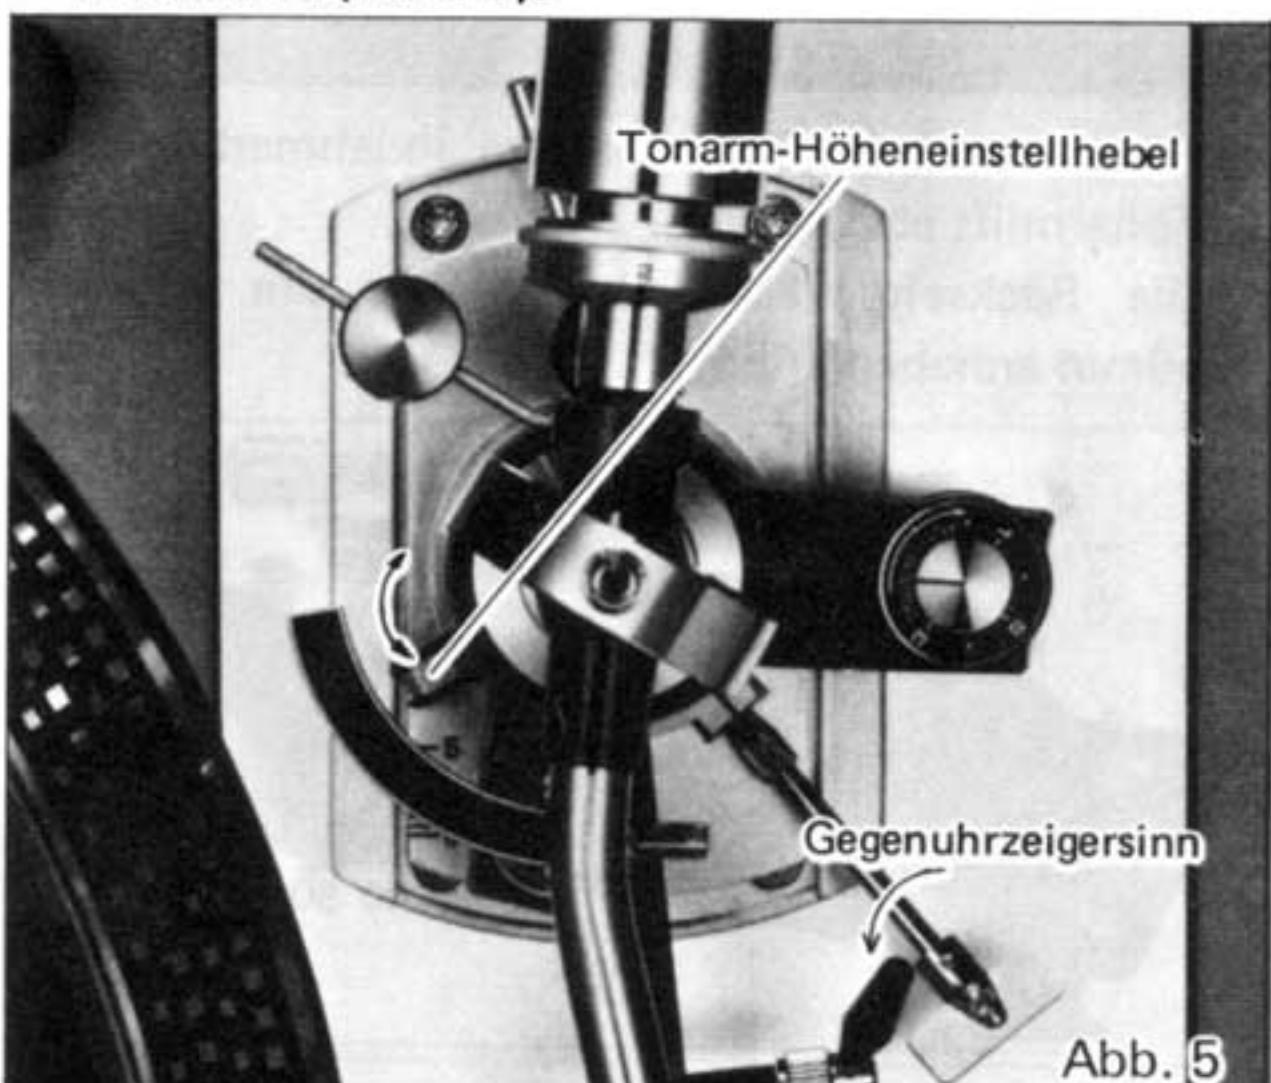

Abb. 5
- Verriegelungsstange im Gegenuhrzeigersinn drehen und mittels Tonarm-Höheneinstellhebel den Tonarm horizontal ausrichten. Nach der Einstellung die Verriegelungsstange wieder festziehen (Abb. 5).